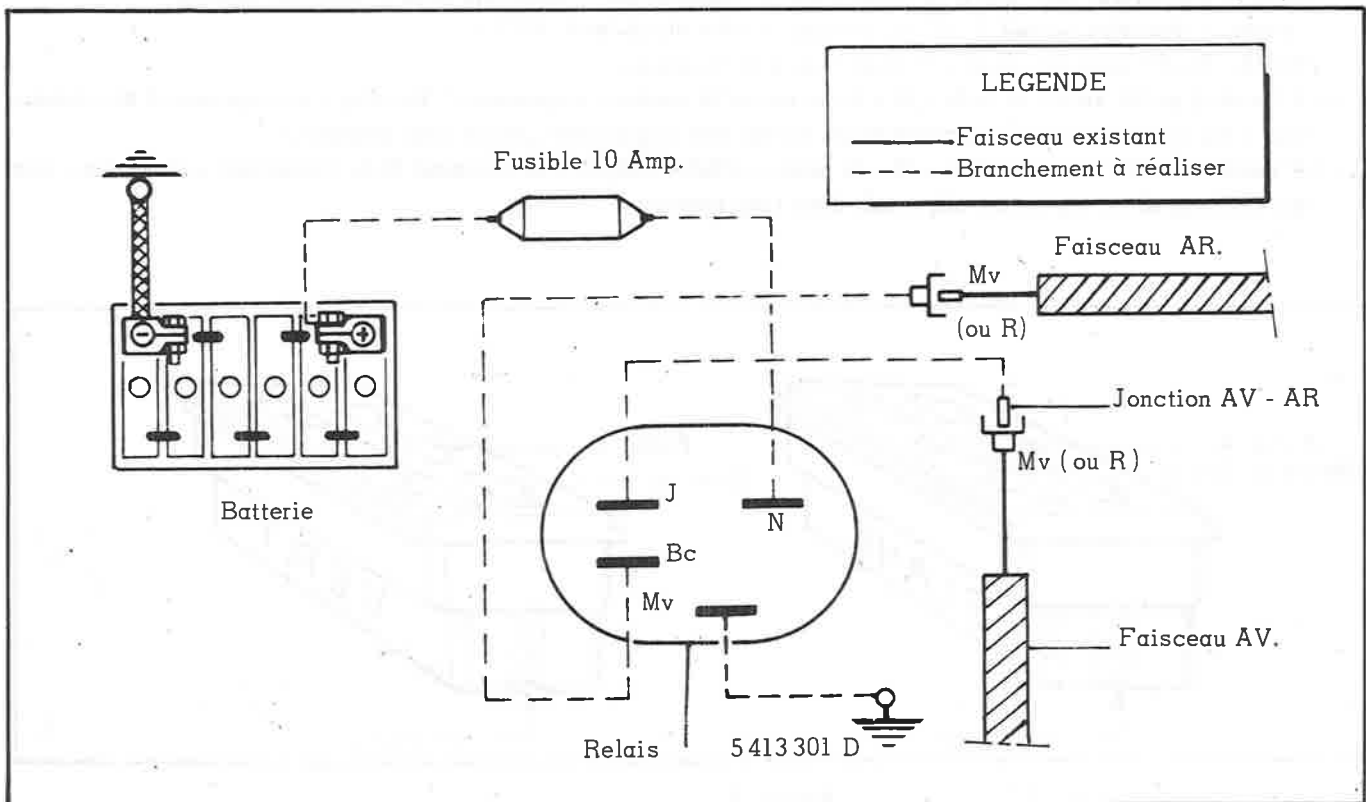

Figure 3
2. Réaliser le branchement indiqué sur le schéma de la figure 3.